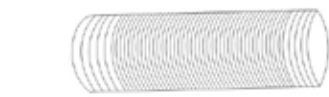

Fig 1
1. Sträck ut slangens båda ändar (Fig 1) och skruva fast den i slanginloppet (Fig 2).